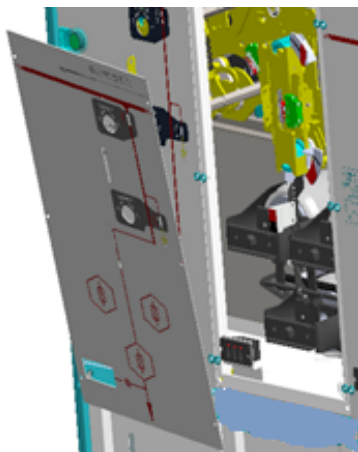
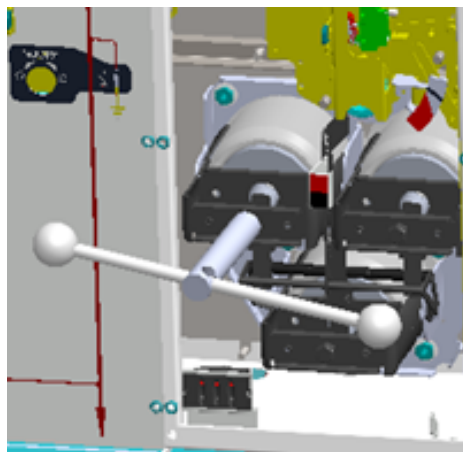

Рисунок 6 – Снятие крышки
Рисунок 7 – Открытие камеры с предохранителями
5.4.3 Открутить болты удерживающие крышку высоковольтного отсека шестигранником, затем открыть камеру с перегоревшим предохранителем рукояткой против часовой стрелки, смотреть рисунок 6 и рисунок 7.